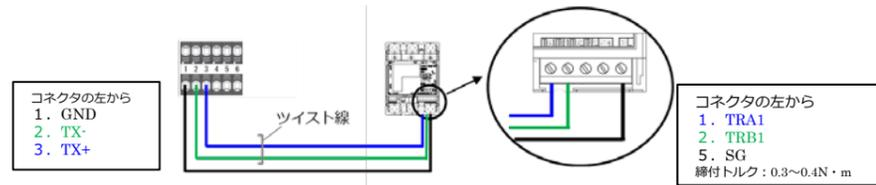

図5. シリアル通信端子台と発電計測用スマートメータの接続
- 図5を参考に、シリアル通信端子台と発電計測用スマートメータの通信端子を接続する。